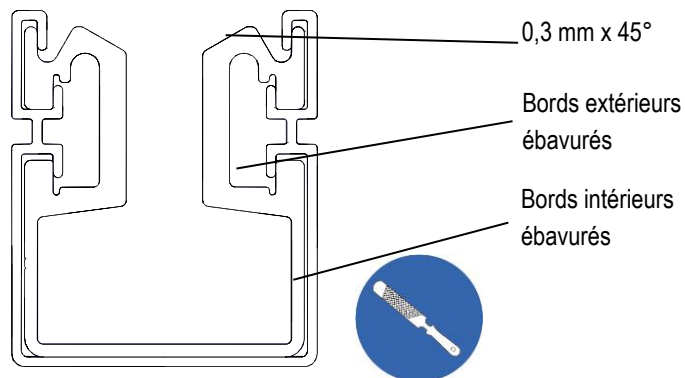

Fig. 35 : Profil ProfiDAT® ébavuré
- Une fois le rail en aluminium découpé, réaliser un chanfrein de 0,3 mm x 45° max. sur le rail en aluminium au moyen d'une lime à clé (voir Fig. 35). Cette opération est importante pour éviter l'usure du frotteur ! Ébavurer tous les autres bords de rail tranchants au moyen d'une lime à clé !